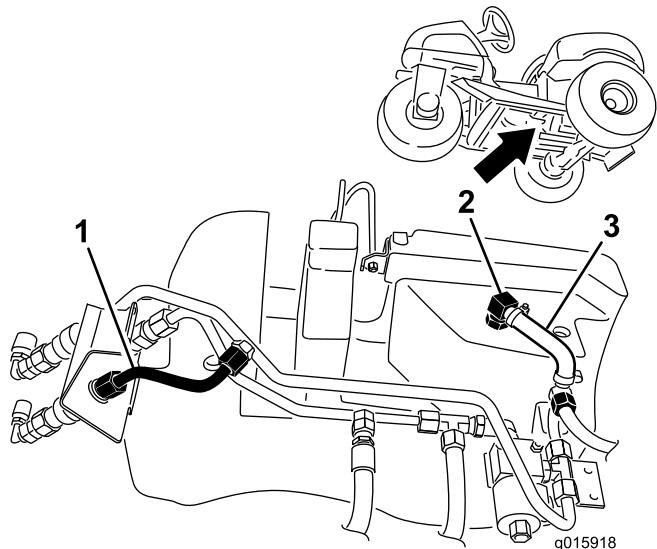

図 8
1. カップラフィッティングと油圧ラインのポートに接続されている短い油圧ラインを外す（図 8）。
2. モールドタイプの細いホースを、油圧タンクの小さいエルボフィッティングと細い油圧チューブから外す（図 8）。クランプは捨てずに保管するがホースは捨てる。
3. 油圧オイルタンクから小さいエルボフィッティングを外す（図 8）。